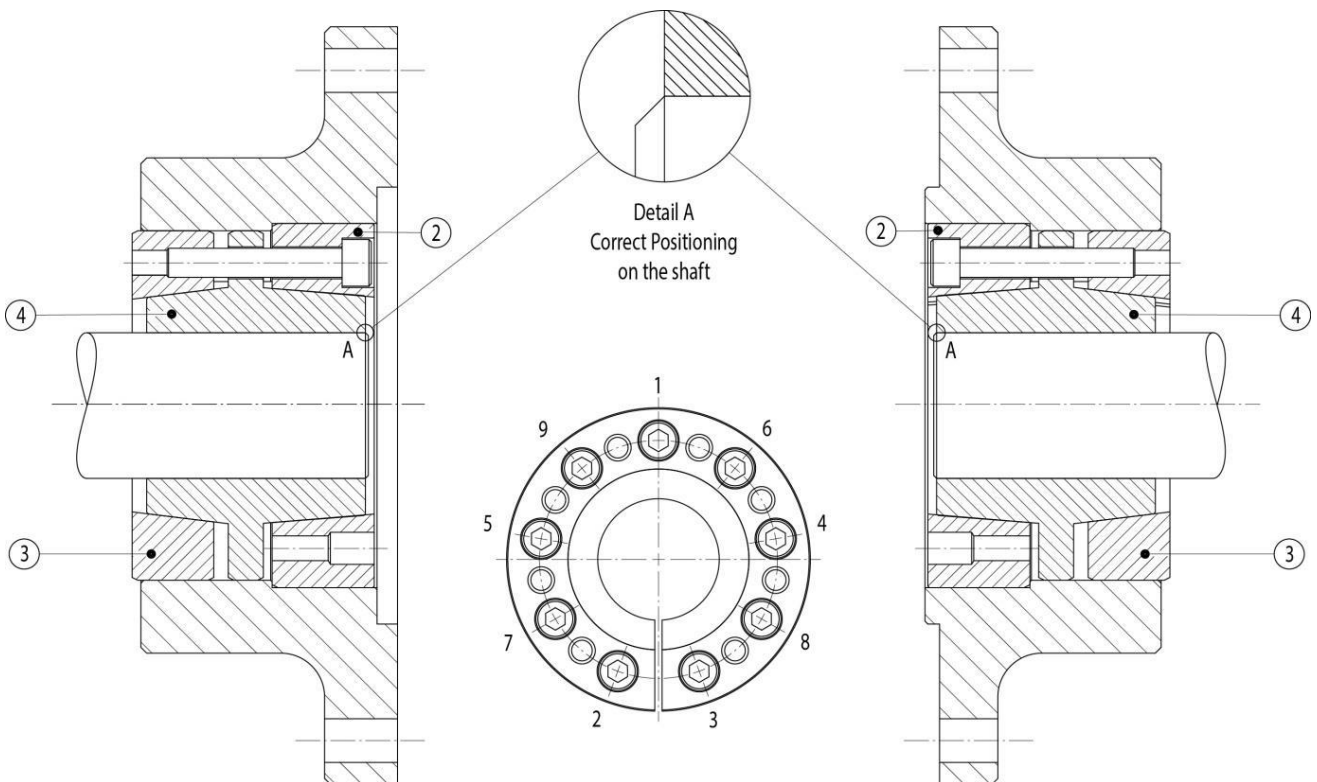

Fig. 2 :
8. Utiliser une clé dynamométrique réglée à 50Nm, serrer les vis CHC (5) en accord avec la figure 2 jusqu'à ce que le couple soit appliqué sur toutes les vis. Pour s'assurer que toutes les vis soient serrées avec le même couple nous recommandons de le vérifier dans le sens horaire.